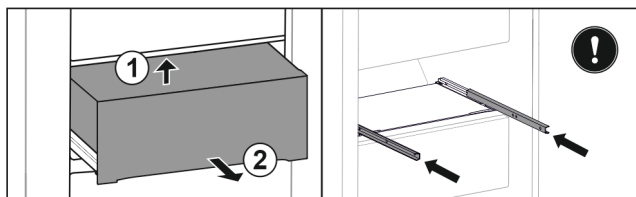

Fig. 37 \*
- ▶ Nadzvedněte ji zdola zezadu Fig. 37 (1)\*.
- ▶ Odeberte směrem dopředu Fig. 37 (2)\*.